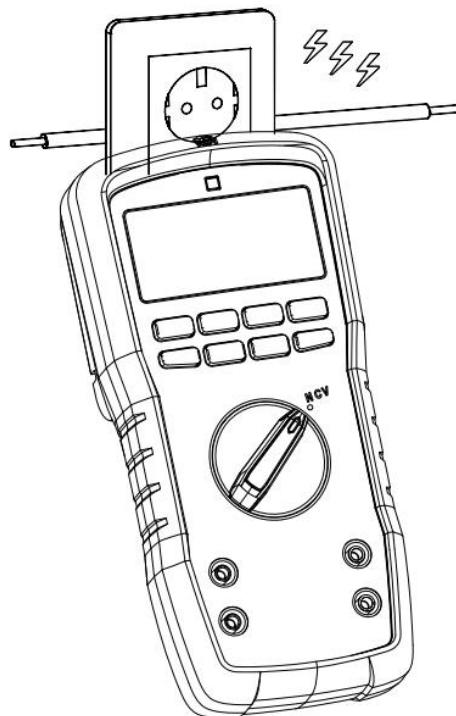

Abbildung 16
15. Berührungslose AC-Spannungserfassung(NCV) (Abbildung 16)